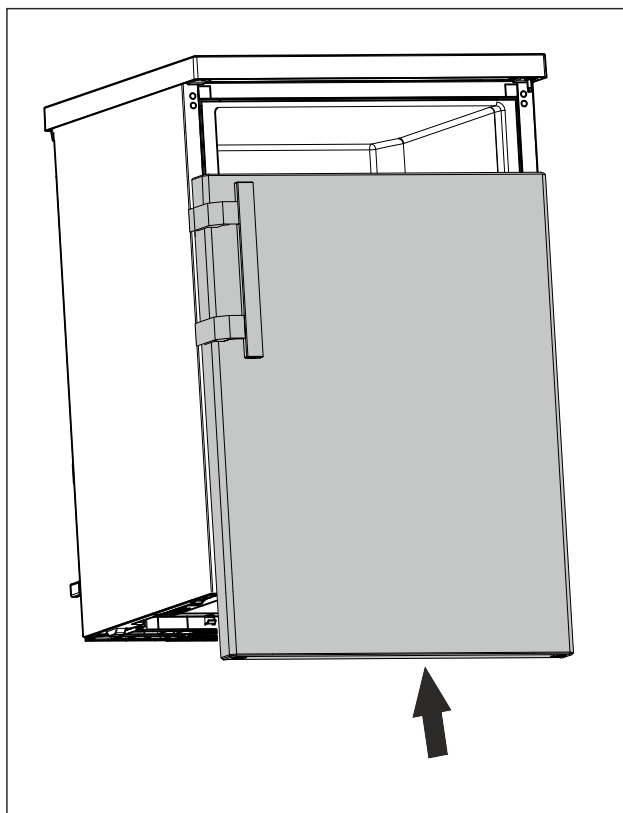

Fig. 20
- ▶ Плъзнете вратата върху горния болт, когато е затворена. (виж Fig. 20)